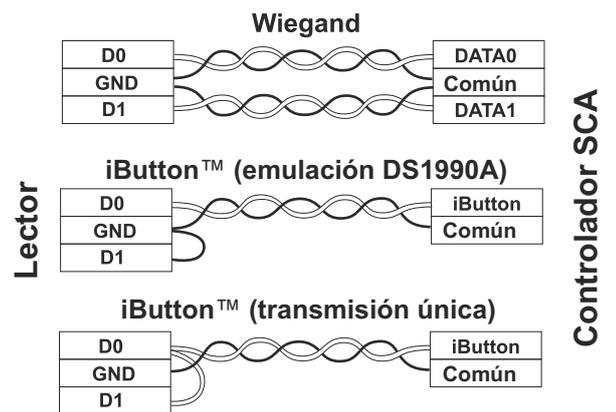

Figura 5.
**Nota 2:** para lograr la distancia al lector especificada desde el controlador, debe usarse un cable UTP CAT5e (figura 5).